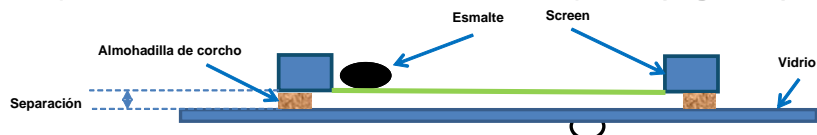

Figura 1. Preparación de la serigrafía antes de imprimir
- Coloque la pantalla con el marco en la dirección superior (**Figura 1**)